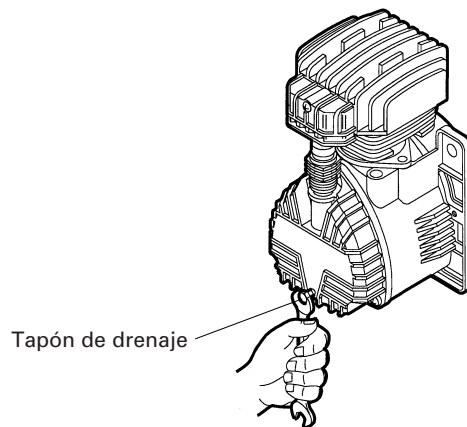

Fig. 10
- (1) Antes de las primeras 50 horas de operación, reemplace completamente el aceite del elemento de la bomba. Afloje el tapón de drenaje del aceite de la cubierta del compresor, drene todo el aceite, y atornille otra vez el tapón (Consulte la Fig. 1 y la Fig. 10).